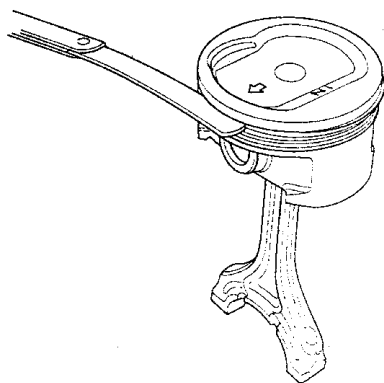

图 2-48 测量环槽之间的间隙
- 7) 安装完一套新的活塞环后，测量环槽之间间隙，如图 2-48 所示。